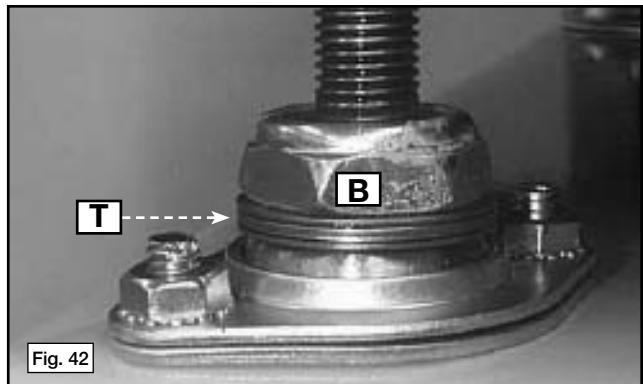

Fig. 42
1. Hay una tuerca de seguridad de 19 mm (3/4 pulg) en la base de tres de los pernos de elevación (B) Fig. 42. Debajo de esta tuerca, hay una arandela de empuje, un cojinete de empuje y otra arandela de empuje (T) Fig. 42.